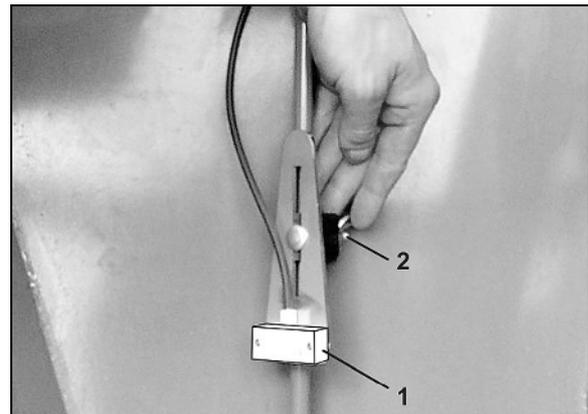

Fig. 93
3. Suelte la tuerca de mariposa (Fig. 93/2).
4. Ajuste la altura del sensor de nivel de llenado (Fig. 93/1) en función de la cantidad restante de semillas deseada.
5. Apriete la tuerca de mariposa (Fig. 93/2).
El sensor de llenado debe montarse exclusivamente como viene representado en la figura (Fig. 93).